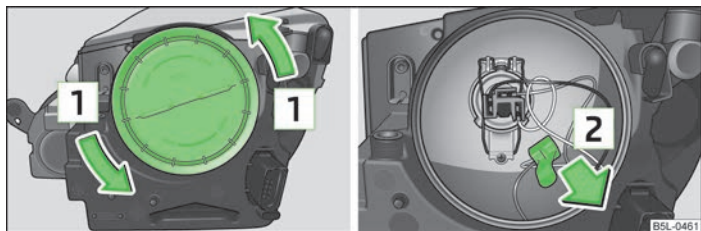

Fig. 168 Îndepărtarea capacului din cauciuc / demontarea duliei luminii de poziție (far cu xenon)
- » Rotiți capacul din cauciuc în sensul săgeții **1** OPEN » fig. 168 și îndepărtați-l.
- » Scoateți dulia în sensul săgeții **2** » fig. 168.
- » Rotiți capacul din cauciuc în sensul săgeții **1** OPEN » fig. 168 la pagina 208 și îndepărtați-l.